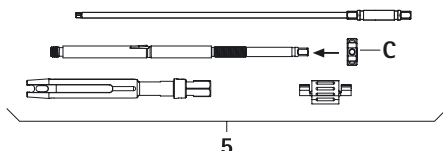

Fig. 11
- Enroscar la tuerca tensora C en el casquillo interior, ver Fig. 11.